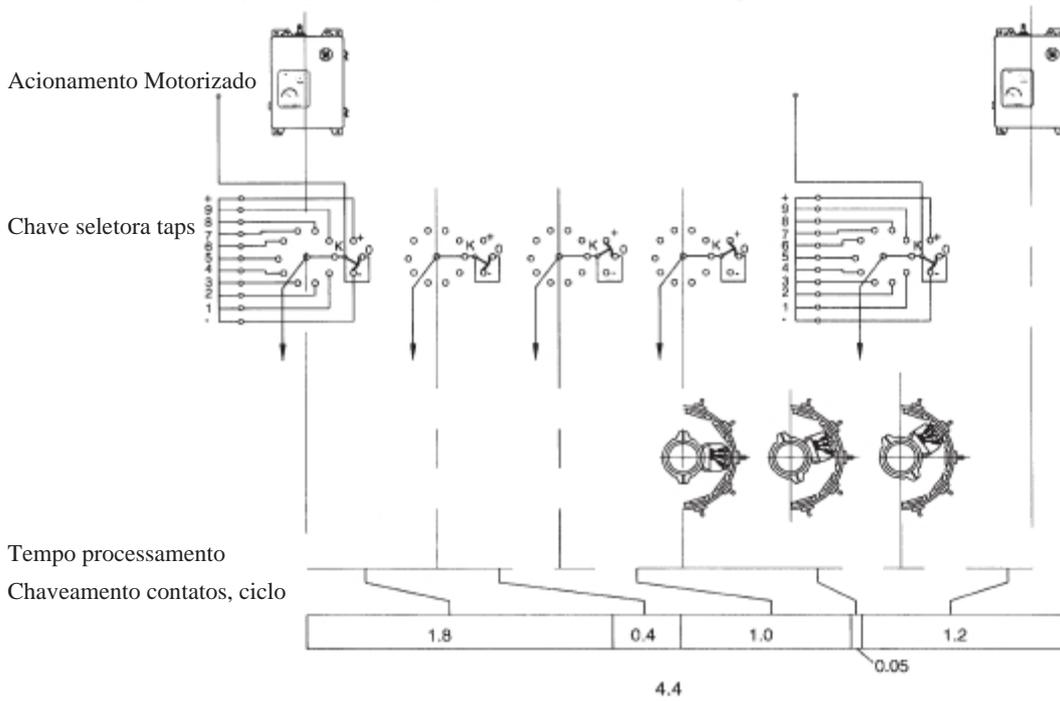

Fig. 6
6.1 Princípio de operação e tempo de chaveamento (fig.6)